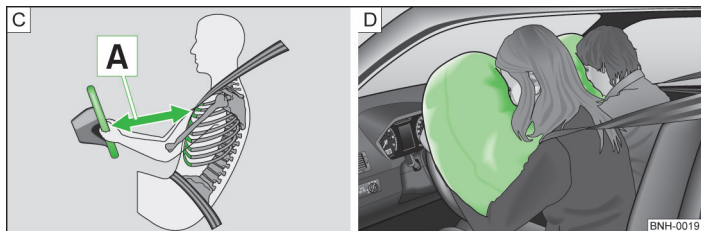

Fig. 120 Distanța sigură față de volan/airbaguri umplute cu gaz
Când se declanșează airbagurile, acestea se umflă în fața șoferului și pasagerului din față » fig. 120 - [D]. Airbagul umflat amortizează mișcarea spre înainte a pasagerilor reducând astfel riscul de rănire în zona capului și a pieptului.
- Atât pentru șofer cât și pentru pasagerul față este important să păstreze o distanță de aproximativ 25 cm față de volan, respectiv de planșa de bord [A] » fig. 120. Dacă nu se respectă această distanță, sistemul airbag nu își poate exercita eficiența maximă – Pericol! Pe lângă acestea, scaunele din față și tetierele trebuie să fie întotdeauna reglate în funcție de mărimea corpului.